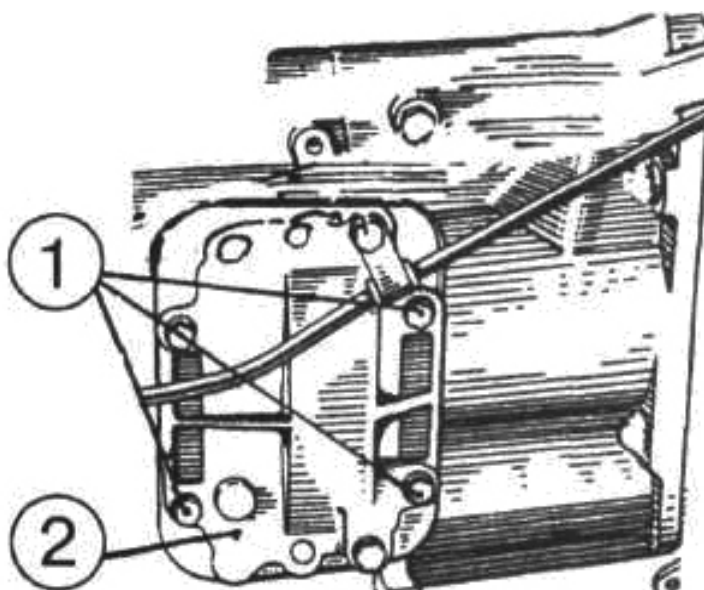

Рисунок 4.27
1) отверните болты (1) (**рисунок 4.27**) и снимите левую боковую крышку (2);